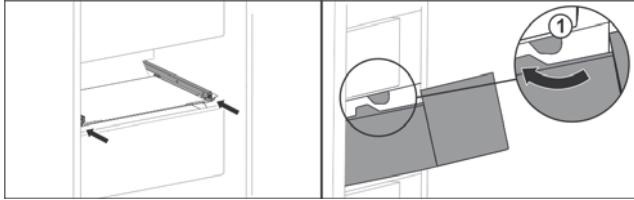

Fig. 37
- Обведите выдвижной ящик вокруг стопора Fig. 37 (1).*